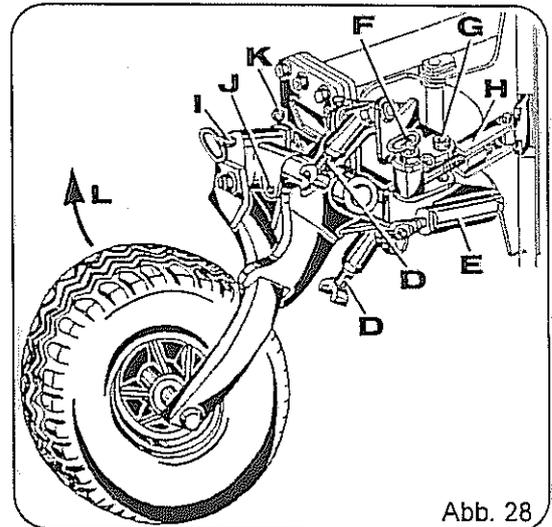
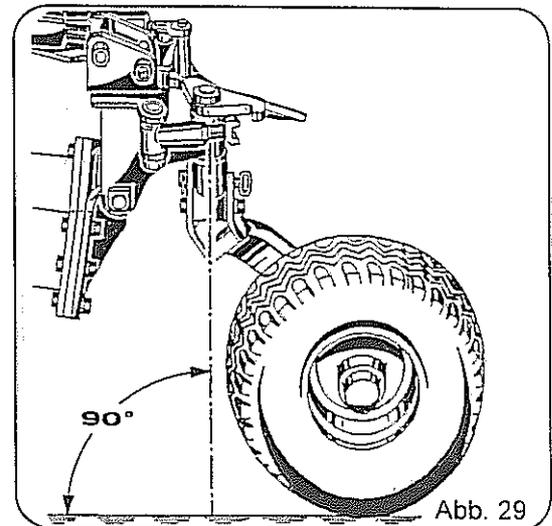

Abb. 28
Abb. 29
### Arbeitsstellung Abb. 28
Das Rad wird durch die verstellbaren Anschläge (Abb. 28, Pos. D) auf die Arbeitstiefe des Pfluges eingestellt (auf gleiche Arbeitstiefe achten).
Der Stoßdämpfer (Abb. 28, Pos. E) verhindert das Schlagen des Rades. Er muß immer ausreichend mit Öl gefüllt sein. Zum eventuellen Nachfüllen von Öl wird der Stoßdämpfer demontiert und in senkrechter Stellung aufgeschraubt. Der Kolben und die Kolbenstange werden so weit wie möglich in den Zylinder eingeführt und mit dünnflüssigem Hydrauliköl nachgefüllt.
### Transportstellung Abb. 29
- Stecker (Abb. 28, Pos. F) ziehen und nach leichtem Schwenken des Rades Spannschloß (Abb. 28, Pos. H) in Loch G (Abb. 29) abstecken und Stecker wieder sichern.
- Spannschloß (Abb. 28, Pos. H) auf keinen Fall durch Drehen der Spindel verstellen.
- Stecker (Abb. 28, Pos. I) ziehen, Rad um 90° schwenken (Abb. 28, Pos. L) und in Loch J (Abb. 28) wieder abstecken und auch hier Stecker wieder sichern.
- Pflug soweit anheben bis die Schwenkachse des Rades etwa senkrecht steht (Abb. 29, 90°).